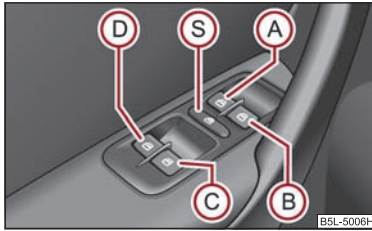

Fig. 32 Tastele din portiera șoferului
Tastele pentru fiecare geam se găsesc în cotiera din portiera șoferului ⇒ fig. 32, pasagerului din față și în portierele din spate* ⇒ pagina 48.
Apăsând comutatorul de siguranță (S) ⇒ fig. 32, puteți scoate din funcțiune tastele din ușile din spate. Apăsând încă o dată comutatorul de siguranță (S), puteți restabili funcționarea tastelor din ușile din spate.
- Când se transportă copii pe locurile din spate, vă recomandăm să scoateți din funcțiune comutatoarele din ușile din spate (comutatorul de siguranță) (S) ⇒ fig. 32.